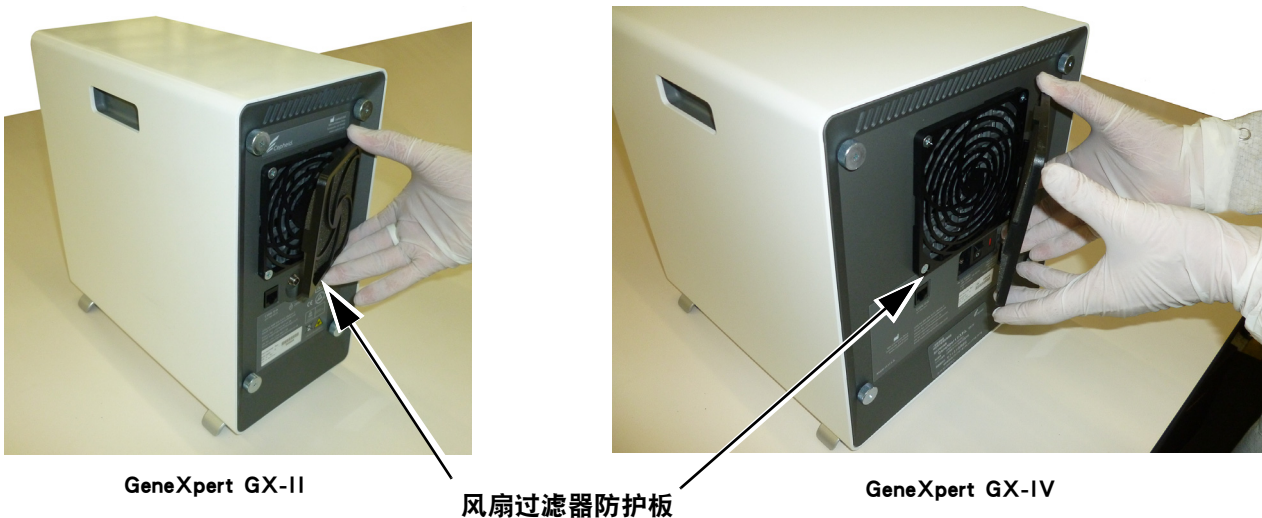

图 9-9. 取下风扇过滤器防护板
4. 在风扇外壳上松开风扇过滤器保护罩，轻轻地把风扇过滤器保护罩取下（见图 9-9），并在过滤器拆卸和清洗过程的剩余时间内把它放在旁边。